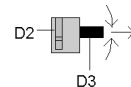

Bild 8: Abklemmen der Busleitungen
Abklemmen der Busleitung (Bild 8)
- Die Busklemme (D2) wie in Bild 8 dargestellt abziehen und den Leiter (D3) der Busleitung, bei gleichzeitigem Hin- und Herdrehen, herausziehen.